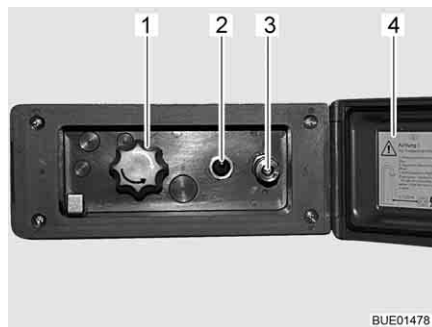

Fig. 105 Branchement de la douche extérieure
- Déverrouiller et ouvrir le couvercle (Fig. 105,4).
- Brancher le flexible de la douche extérieure sur la fermeture rapide (Fig. 105,3).
- Allumer la pompe à eau avec le commutateur (Fig. 105,2).
- Régler la température de l'eau selon ses désirs avec le bouton rotatif (Fig. 105,1).
- Éteindre la pompe à eau avec le commutateur (Fig. 105,2).
- Fermer le couvercle (Fig. 105,4) et verrouiller avec la clé.
- Placer le bouton rotatif (Fig. 105,1) sur la position intermédiaire.